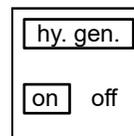

Abb. 33: Displayansicht Hydrogeneration
- Hydrogeneration muss unter **"Abb. 33: Displayansicht Hydrogeneration"** aktiviert sein.